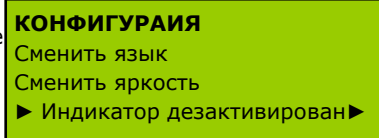

Рисунок 22.
- “сменить яркость” позволяет настроить яркость ЖК экрана. См. Рис. 22